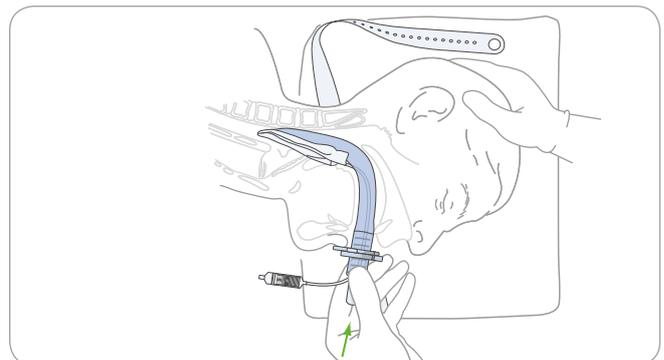

Abbildung 12. Das Produkt tiefer in den Hypopharynx einführen, bis ein Widerstand zu spüren ist
11. Es sollte ein leichter Widerstand zu spüren sein, wenn das distale Ende des Produkts den oberen Ösophagus sphinkter erreicht hat. Das Produkt ist nun vollständig eingeführt (siehe **Abbildung 12**).